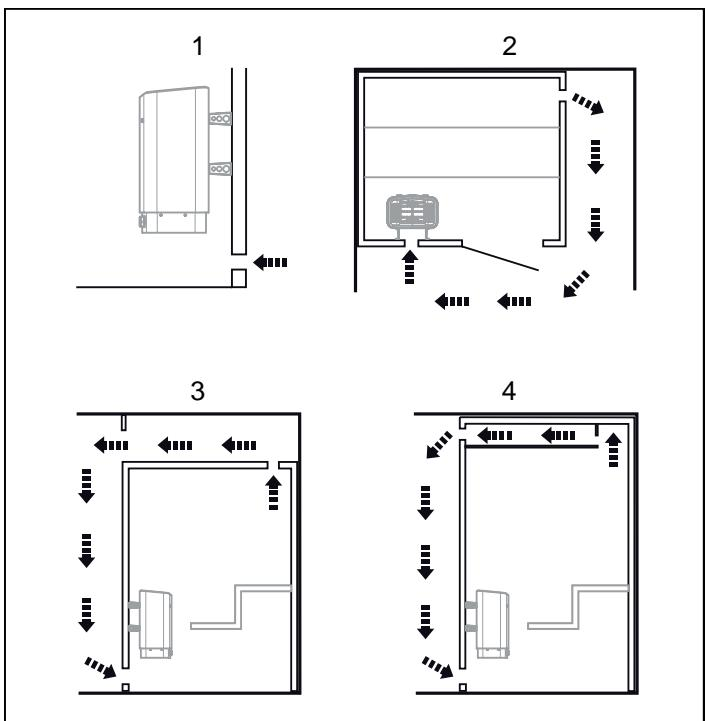

Abb. 7: Position des Zu- und Abluftventils
- Oben an der Wand oder an der Decke, siehe Abb. 7.